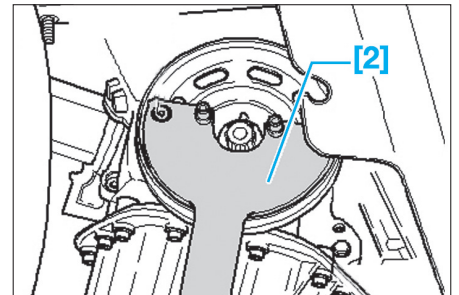

Fig. 5
- [2]. Levier de maintien poulie de vilebrequin (Fig.5).
- À l'aide de l'outil [2] immobiliser en rotation la poulie puis déposer sa vis de fixation (Fig.5).